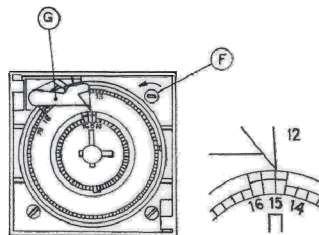

Рис.8
НАПРИМЕР: если мы хотим установить 15 часов, цифра 15 должна быть совмещена с меткой указанной на рычаге (G), а стрелки как на Рис.8.